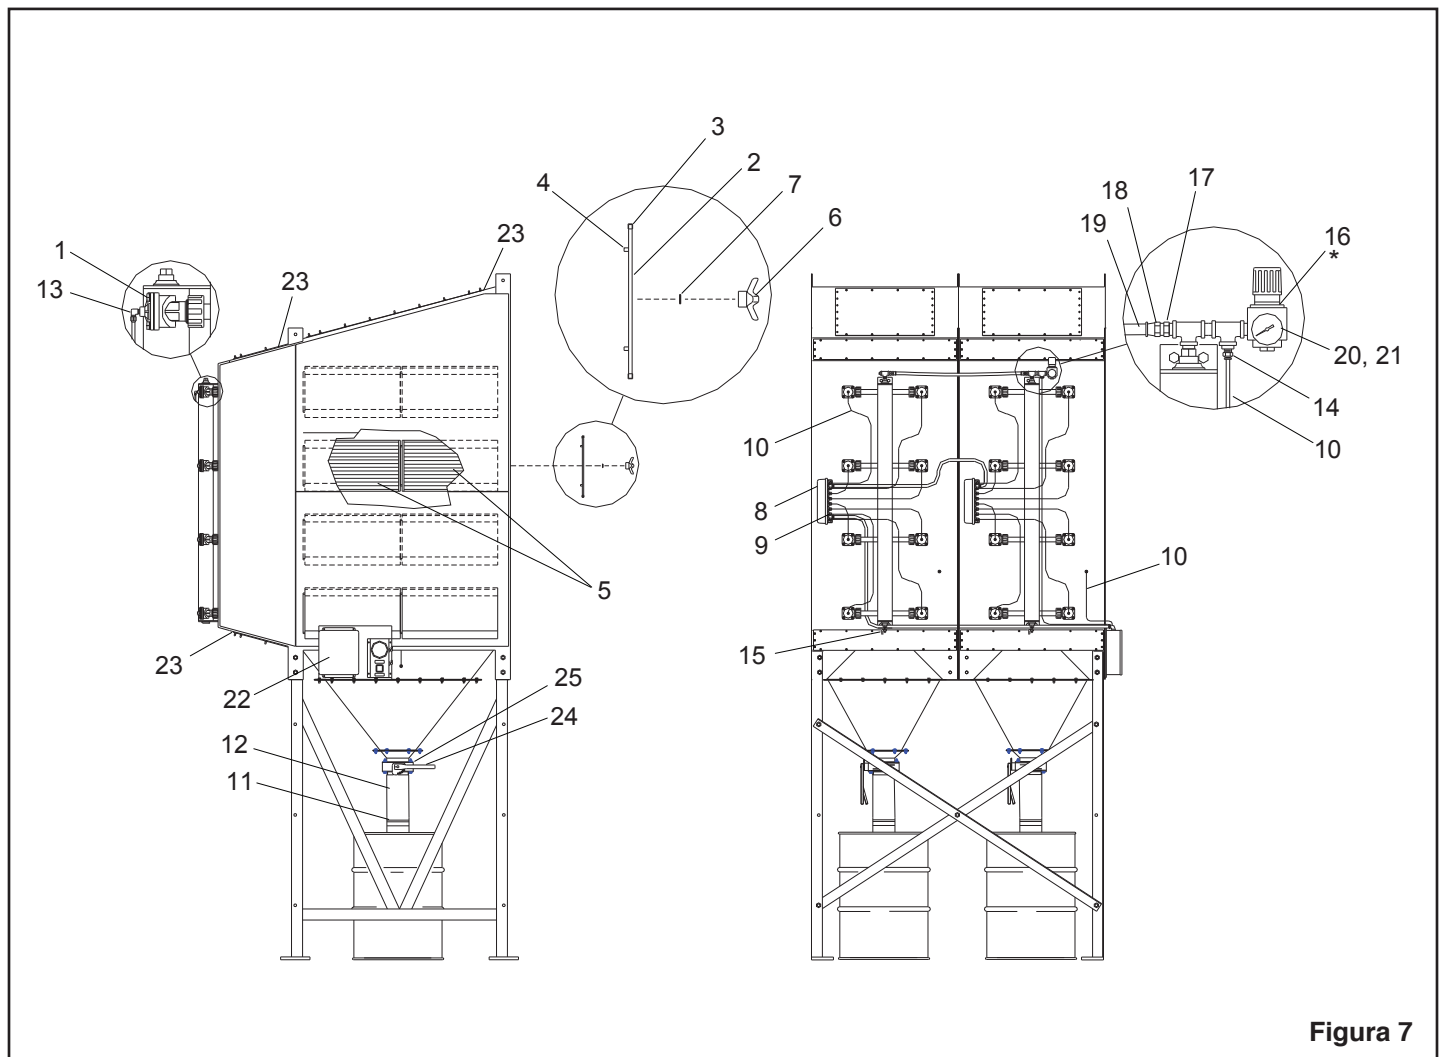

Figura 7
8.3 Repuestos más Comunes, Figura 7